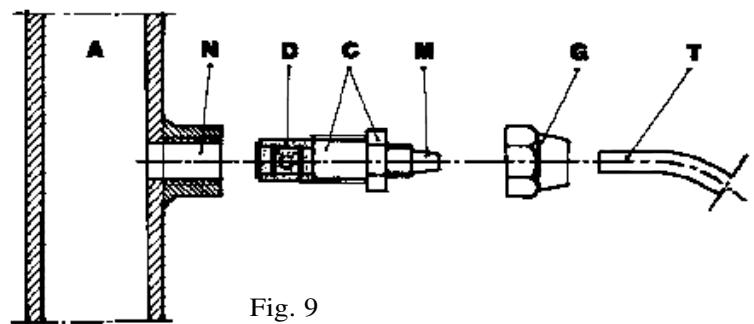

Fig. 9
- g. - Instalar na tubulação do sistema a ser tratado, no ponto mais adequado para injeção do produto a ser dosado, uma luva 3/8" gás fêmea. Tal luva não é inclusa no nosso fornecimento. Instalar a válvula de injeção na luva, utilizando como vedação fita de Teflon (Fig. 9). Conectar a mangueira no espigão côncico da válvula de injeção e travá-la com a respectiva porca-trava G. A válvula de injeção é também válvula anti-retorno.
3.1 - ESQUEMA DE MONTAGEM DA VÁLVULA DE INJEÇÃO (Fig. 9)